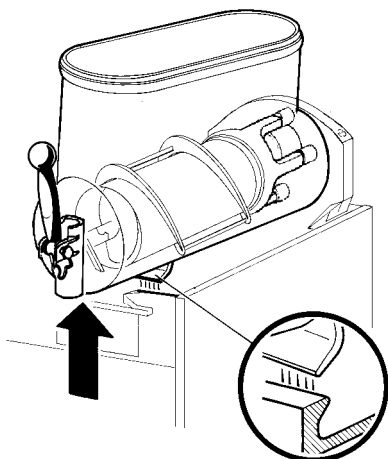

figura 7
- 2 Smontare il contenitore spingendone leggermente la parte inferiore (lato rubinetto) verso l'alto per liberarne gli agganci inferiori (vedere figura 7) e sfilandolo successivamente dal